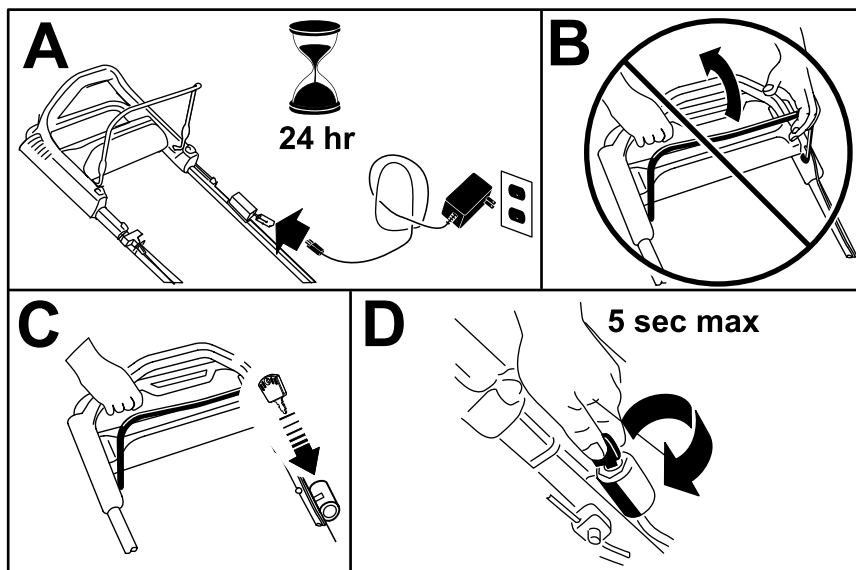

Figura 15
1. Tenete in carica la batteria per 24 ore prima di usare la macchina per la prima volta (riquadro A della Figura 15).
Importante: Non tentate di avviare il motore con la barra di comando della lama innestata, in quanto potreste fare scattare il fusibile (riquadro B della Figura 15).
2. Inserite la chiave nell'accensione (riquadro C della Figura 15).
3. Portate la chiave di accensione sulla posizione di Avviamento e mantenetele in quella posizione per rilasciarla quando il motore si avvia (riquadro D della Figura 15).